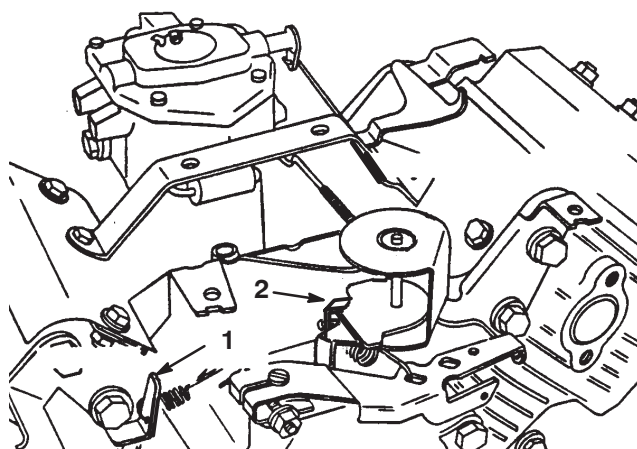

Figure 38
3. Courbez la languette d'ancrage du ressort de ralenti réglé (Fig. 38) pour obtenir un régime de ralenti de  $1625 \pm 50$  tr/min. Vérifiez le régime avec un compte-tours.
5. Réglez la manette d'accélérateur en position haut régime. Courbez la languette d'ancrage du ressort de régime maximum (Fig. 38) pour obtenir un régime maximum de  $2850 \pm 50$  tr/min.